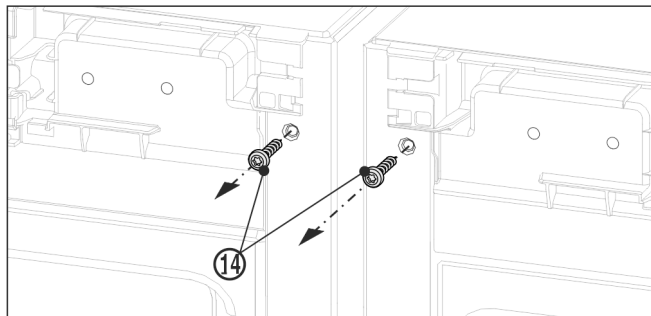

Fig. 11
- Avant le montage de l'équerre supérieure, dévisser les deux vis de terre Fig. 11 (14).